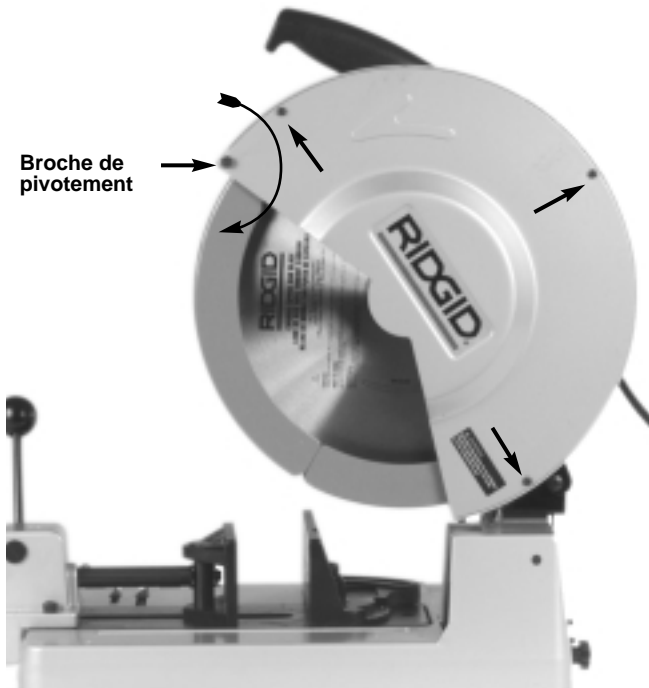

Figure 7 – Rotation du carter
2. Desserrez les trois (3) vis du carter de protection, puis rabattez le carter sur sa broche de pivotement jusqu'à exposer l'axe d'entraînement (Figure 7).